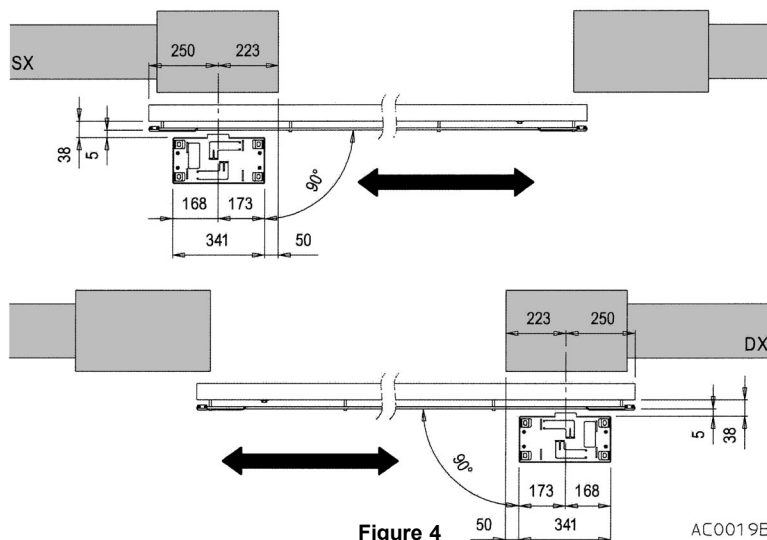

Figure 4
- Respecter les cotes prévues à la fig. 4 pour ce qui concerne la position de la plaque d'ancrage du moto-réducteur.
- Réaliser une excavation suffisamment large pour contenir la base cimentée qui sera adaptée à la plaque d'ancrage du moto-réducteur, en respectant les cotes spécifiées aux fig. 4 et 5.
- a1) Placer la plaque d'ancrage sur la base cimentée en respectant les valeurs prévues aux figures 4 et 5 avec la languette (1 fig. 8) tournée vers le portail.
- La plaque d'ancrage doit être scellée à au moins 99 mm au-dessous du profil des dents et à 5 mm du profil externe de la crémaillère sur la base de ce qui est spécifié au niveau des fig. 4 e 5, afin de pouvoir insérer directement le pignon au-dessous de la crémaillère.